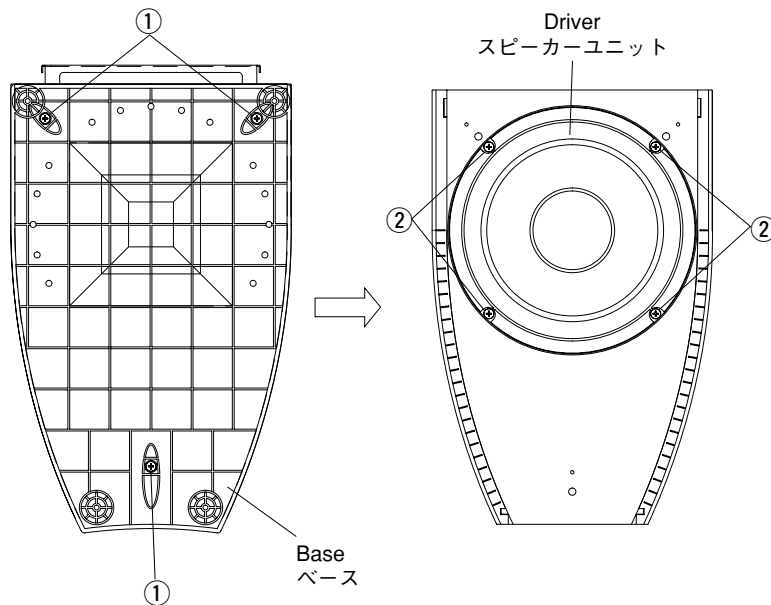

Fig. 1
- Remove 3 screws (①) and then remove the Base. (Fig. 1)
- Remove 4 screws (②) and then remove the Driver. (Fig. 1)
- ①のネジ3本を外し、ベースを取り外します。(Fig.1)
- ②のネジ4本を外し、スピーカーユニットを取り外します。(Fig.1)